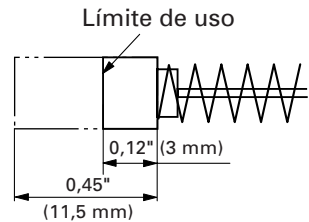

Fig. 24
4. Inspección de las escobillas de carbón (Fig. 24)